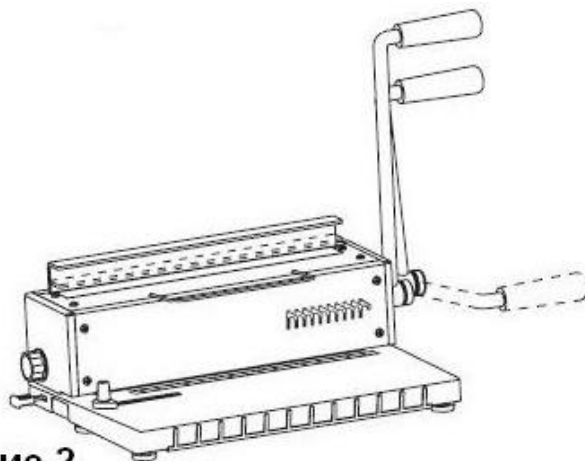

рис.2
- И. Плавно опустите рычаг до предела. (смотрите рис.2)